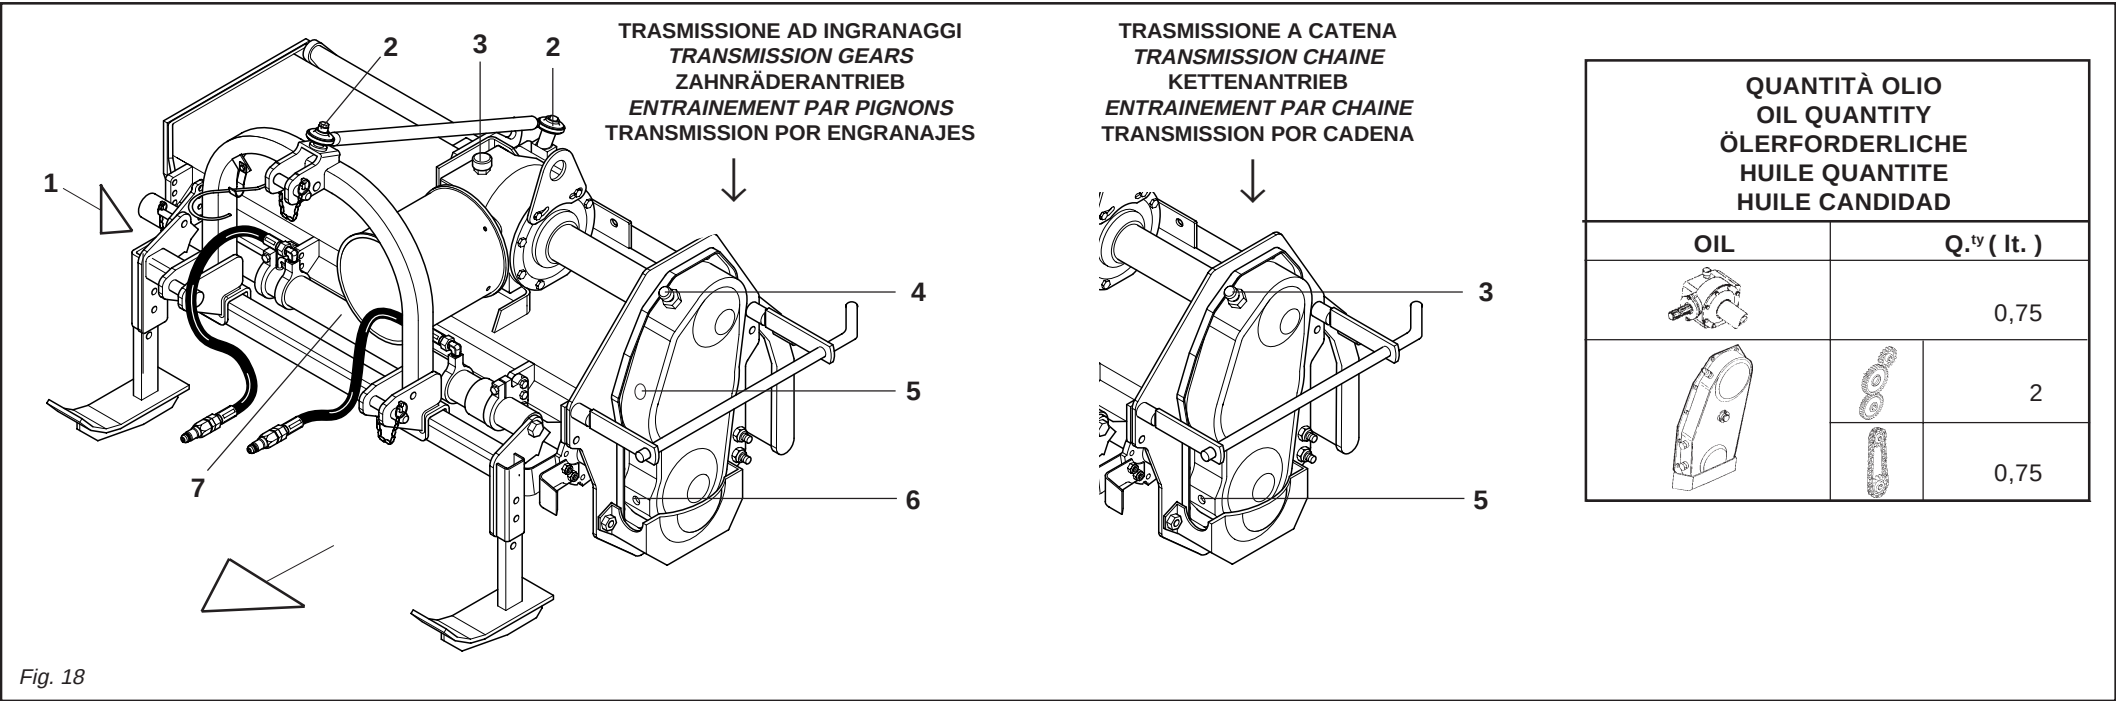

Fig. 18
- Das Öl im Getriebe und im Seitenantrieb wechseln. Dazu die Ölablaßschraube unter dem Getriebegehäuse und den Stopfen des seitlichen Antriebs (6 Abb. 18) losdrehen und das Öl ausfließen lassen.
- Graissez les articulations du tirant de réglage (2 Fig. 18).
- Graissez les fusées du rotor (1 Fig. 18).
- Contrôlez le niveau de l'huile dans la boîte du réducteur. Si nécessaire, rajouter de l'huile jusqu'au cran sur la jauge (3 Fig. 18).
- Contrôlez le niveau de l'huile dans le carter latéral de la transmission en dévissant le bouchon de niveau (5 Fig. 18) et vérifiant si l'huile sort. Si nécessaire rajouter de l'huile par le bouchon (4 Fig. 18) jusqu'à ce qu'elle sorte par le bouchon de niveau.
- Vidangez entièrement l'huile du réducteur et du carter de transmission à travers le bouchon de vidange qui se trouve sous la boîte du réducteur et par le bouchon de vidange de la transmission (6 Fig. 18).
- Engrasar los puntos de articulación del tirante de regulación (2 Fig. 18).
- Engrasar los ejes del rotor (1 Fig. 18).
- Controlar el nivel de aceite en el reductor, eventualmente rellenar hasta la muesca de nivel presente en la varilla (3 Fig. 18).
- Controlar el nivel de aceite en el cárter lateral de la transmisión, desenroscando el tapón de nivel (5 Fig. 18) y controlando que salga el aceite. Eventualmente agregar aceite a través del tapón de llenado (4 Fig. 18), hasta que veamos que sale por el tapón de nivel.
- Efectuar el cambio completo del aceite, tanto del reductor como también del cárter de transmisión, descargando completamente el aceite del tapón de descarga presente debajo de la caja del reductor y del tapón de descarga transmisión (6 Fig. 18).